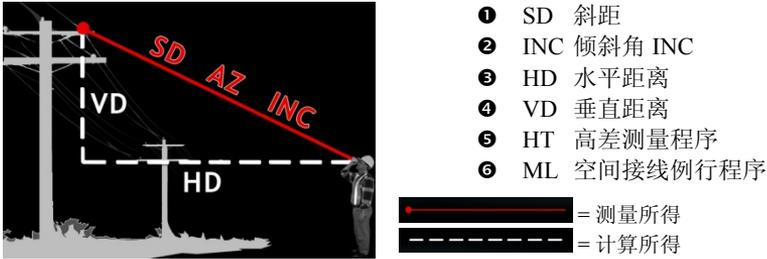

图 23
当 TruPulse 200X 的电源“打开”(ON) 时, 最后一次使用的测量模式会被激活。按下  或 , 显示前一个或下一个测量模式。图 23 显示 TruPulse 200X 可以执行的六种不同类型的测量模式。有关空间接线例行程序的信息, 请参阅第 39 页。